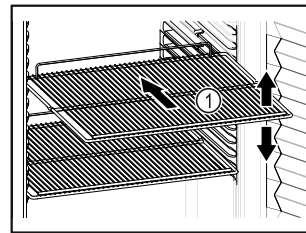

Fig. 52 Példaként szolgáló ábrázolás
- Ha a tároló rácsok Fig. 52 (1) áthelyezhetőek, akkor igazítsa be őket a kívánt magasságnak megfelelően.